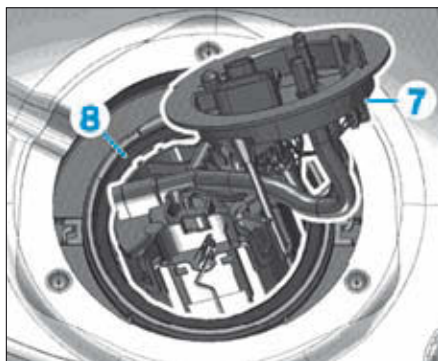

FIG. 29
- Retirer le flasque supérieur (7) de la pompe avec son joint (8) (Fig.29).